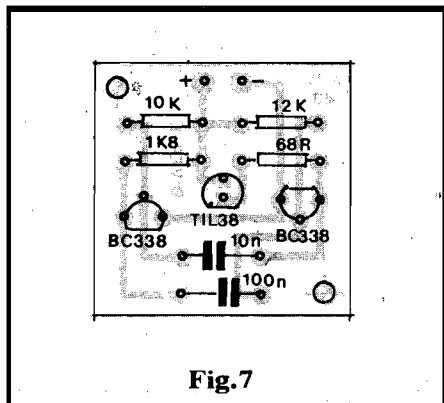

Fig.7
- **FIG. 7 / FIG. 8 - CHAPEADOS DA MONTAGEM** - Respectivamente referentes aos BIVEP-E e ao BIVEP-R, as faces não cobreadas das duas placas são vistas, já com todas as peças colocadas... Como sempre acontece nas montagens de APE, os componentes estão totalmente identificados (e não com aqueles códigos tipo "R1, C2, TR3, etc.", que obrigam a uma constante consulta ao esquema e à LISTA DE PEÇAS e aumentam a possibilidade de erros, trocas ou inversões...) e assim torna-se, tudo, uma mera questão de... **ATENÇÃO!** De qualquer forma, um cuidado especial deverá ser direcionado para a inserção dos componentes polari-